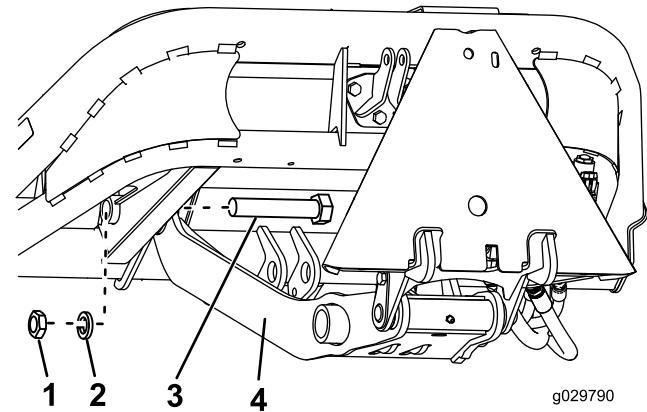

Figura 8
**Nota:** Coloque los componentes según se muestra en Figura 8